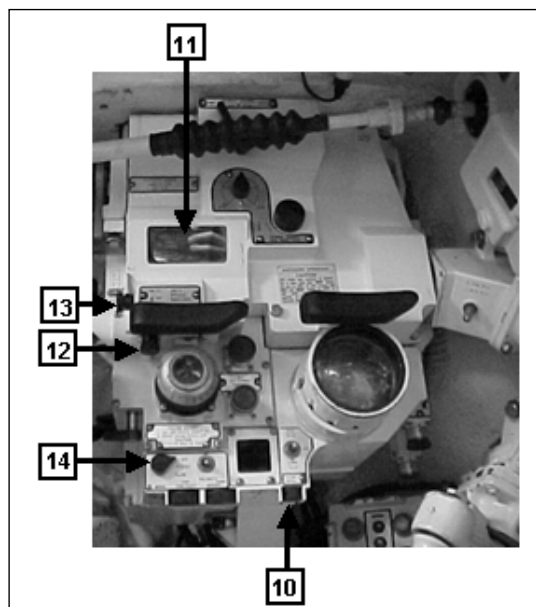

Fig 7-54. Sistema termal
- (7) Realizar os procedimentos preliminares para o alinhamento.
- (8) Afrouxar a porca de ajuste frontal(8).
- (9) Visar o alvo de regulação através do cano, usando o lado do binóculo que possui o retículo.
- (10) Girar o botão(7) em direção até o cano ficar centrado horizontalmente, no ponto escolhido do alvo. Apertar a porca até a mesma ficar unida à arruela; apertar mais 1/3 de volta. Verificar a pontaria da Mtr. Se houver erro, repetir os itens 8 até 12.
- (11) Girar o botão(9) em elevação até que o cano fique centrado verticalmente sobre o alvo.
b. Alinhamento da janela do canal diurno do TTS. (Fig 7-54)
- (1) Ligar as chaves geral das baterias e tecla de força da unidade de controle do At.
- (2) Girar o botão de ajuste do brilho(10) e ajustar o brilho do retículo da janela do periscópio(11).
- (3) Puxar para fora e girar os botões de elevação(12) e direção(13) para alinhar o centro do retículo no alvo.
- (4) Liberar os botões para travar o alinhamento, quando o retículo estiver centrado.
c. Alinhamento do canal termal (Fig 7-54 a 7-56)
- (1) Assegurar-se que o sistema termal esteja funcionando. Realizar os procedimentos preliminares de operação do canal diurno e do canal termal.
- (2) Ligar a chave geral das baterias.
- (3) Colocar a chave de modo(14) em espera (STBY).
- (4) Pressionar o botão(15) e empurrar a alavanca(16) para a frente para abrir o escudo protetor do visor termal.
- (5) Colocar a chave GUNNER/CMDR do visor termal do Cmt CC em At (GUNNER).
(6) Visualizar através da janela do periscópio(11). Girar o controle do retículo (10) até que o retículo fique visível sobre a tela.
(7) Puxar para fora e girar os botões de alinhamento de elevação e direção(12 e 13). Alinhar o centro do círculo de pontaria(17) do retículo(18) no ponto escolhido do alvo(19).